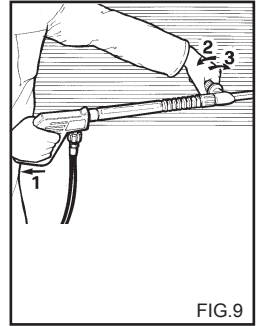

FIG. 9
**EMPLOI DE LA LANCE DOUBLE (fig. 9)**